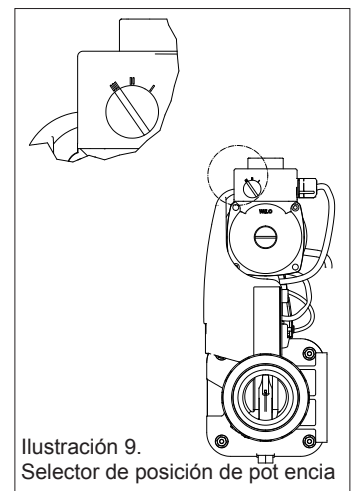

Ilustración 9.
3. Ponga la posición de potencia más alta en la bomba de circulación del Aqua-Mex FE (girando el mando a la posición III), vea la ilustración 9.
5. Arranque la unidad pulsando el botón "on/off" (C).